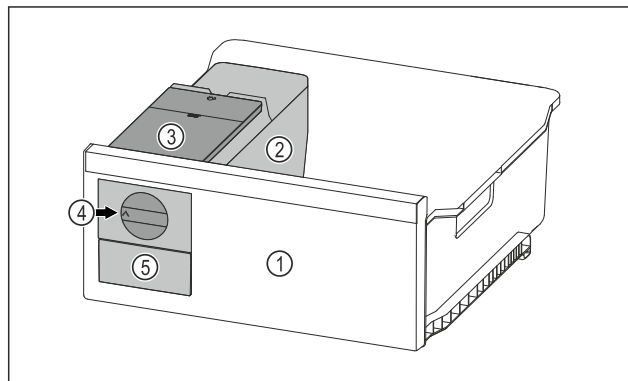

Fig. 95 Примерное изображение
- ▶ Поверните поворотную кнопку Fig. 95 (4) по часовой стрелке до упора.
- ▷ Кубики льда упадут из ванночки для кубиков льда в выдвижной ящик для кубиков льда Fig. 95 (5). Если не все кубики льда извлекаются из ванночки для кубиков льда: